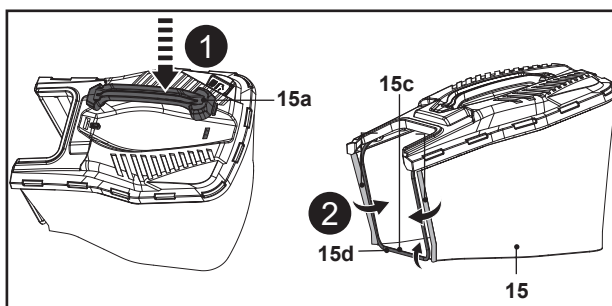

Fig. 6
1. Insérer la poignée de transport (15a) dans les deux encoches d'assemblage et s'assurer que la poignée de transport (15a) est bien en place (Fig. 6, étape 1).
2. Attacher les trois clips en caoutchouc (15c) sur la tige de support (15d) du bac de ramassage (15) (Fig. 6, étape 2).
3. Le bac de ramassage (15) est prêt à l'emploi.